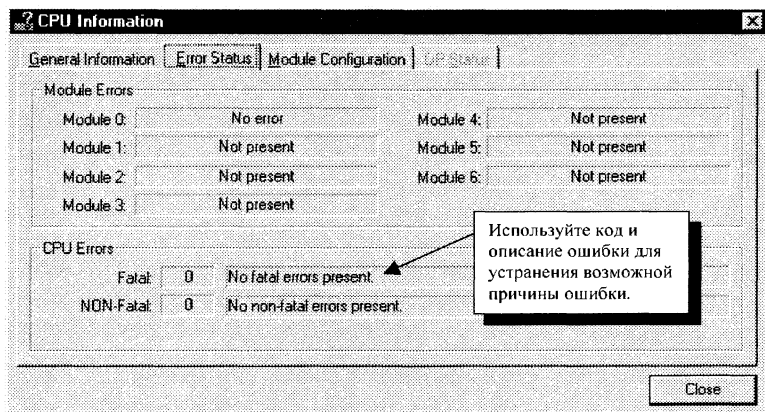

Рис. 3.21
CPU S7-200 подразделяет встречающиеся ошибки на серьезные (неисправимые) и незначительные (исправимые) ошибки. С помощью STEP 7-Micro/WIN 32 можно отобразить те коды ошибок, которые были порождены встретившимися ошибками. На рис.3.21 показано диалоговое окно «CPU → Information» [«CPU → Информация»], в котором отображаются код и описание ошибки. Список кодов ошибок приведен в табл.3.5 – 3.7.
Незначительные ошибки могут частично ограничивать работу CPU. Однако CPU и далее в состоянии обрабатывать программу и актуализировать входы и выходы. Можно с помощью STEP 7-Micro/WIN 32 отобразить коды ошибок, которые были порождены незначительными ошибками (см. рис.3.21). Есть три основные группы незначительных ошибок:
3) Ошибки программирования на этапе выполнения: сбойная ситуация может возникнуть во время исполнения программы. Например, косвенный указатель адреса, который при компиляции программы был действительным, во время обработки программы может быть изменен таким образом, что будет указывать на адрес вне допустимой области. Это рассматривается как ошибка программирования на этапе выполнения. Используя диалоговое окно «CPU → Information» [«CPU → Информация»] (см. рис.3.21), можно установить, какой вид ошибки встретился.